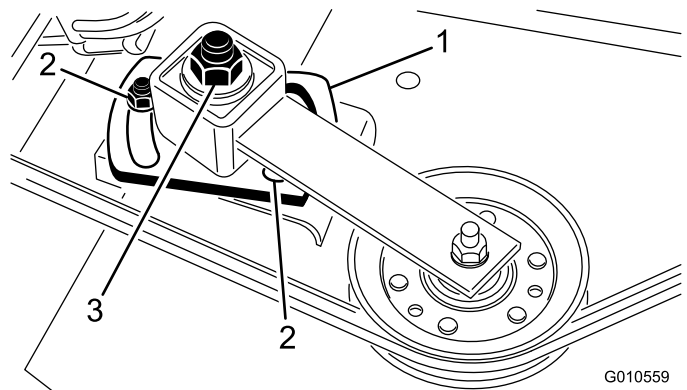

Figura 30
5. Utilize uma chave e chave dinamométrica para apertar a porca de ajuste intermédia a 47-54 Nm (Figura 30).